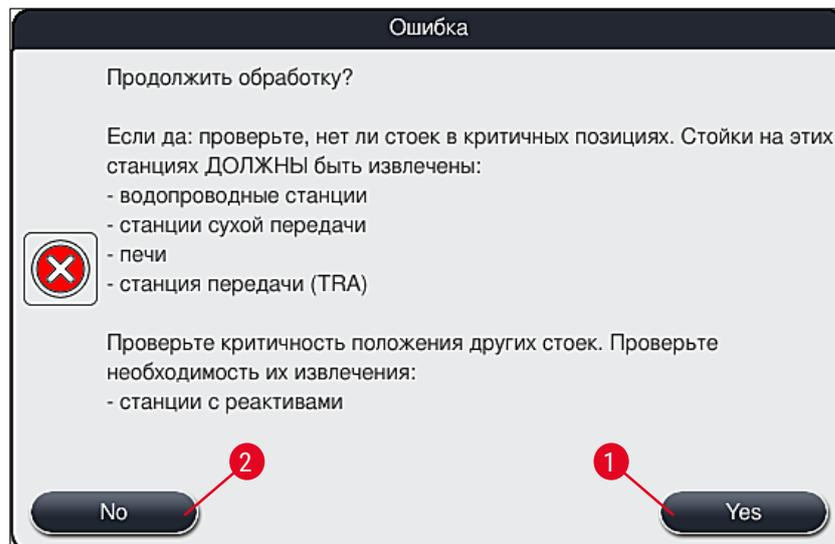

Рис. 110
4. После этого у пользователя появляется возможность выбора: возобновить (→ с. 142 – 8.2.2 Восстановление процесса окрашивания после нарушения подачи питания) или, напротив, отменить процесс окрашивания (→ с. 143 – 8.2.3 Отмена всех процессов окрашивания после нарушения подачи питания) (→ "Рис. 110").
2. Извлеките критические стойки из прибора в соответствии с предыдущим информационным сообщением (→ "Рис. 110") и подтвердите извлечение, нажав на соответствующую станцию (→ "Рис. 111-1") на экране.
Отмену процесс окрашивания и возвращение в предыдущее меню выбора (→ "Рис. 110") можно отменить нажатием кнопки **Отмена** (→ "Рис. 112-2").